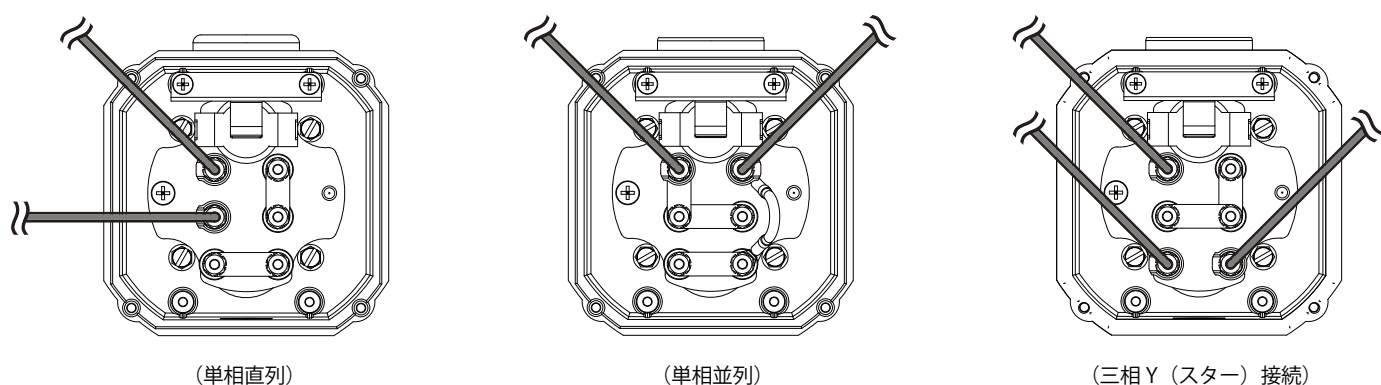

図9 ヒータータンクエレメントの位相と結線方式。交換後のエレメントが、異なる位相、結線方式になっている可能性があります。
4. ケース内の配線は位相設定に応じて異なりますが、次のページの図9のいずれかに一致します。現在の位相、および配線の位置をメモしておいてください。